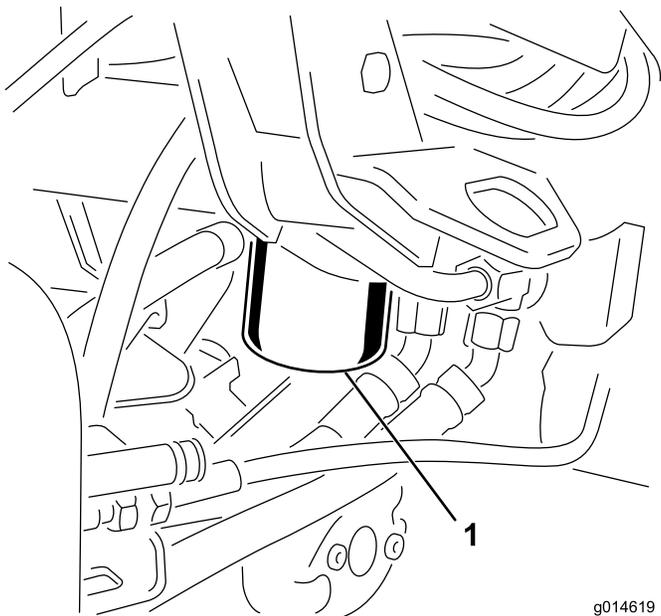

図 50
1. フィルタ容器の周辺をウェスできれいにぬぐう 図 50。フィルタの下に廃油受けを置いてフィルタを外す。